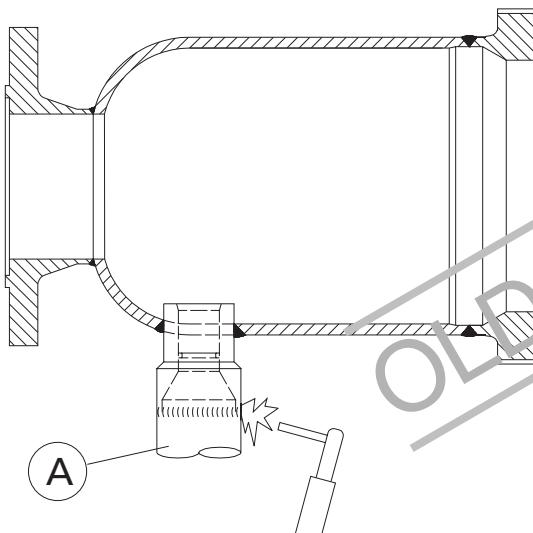

Fig. 2
- Weld the outlet branch pos. A into the plant as shown in fig. 2.
- Svej afgangsrøret pos. A på anlægget som vist i fig. 2.